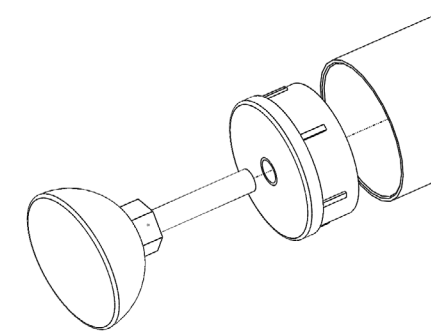

Рис. 7 – Установка заглушки и регулируемой опоры
4. В ножки с обоих концов вставьте заглушки и с одного конца каждой ножки вкрутите в заглушку регулируемую опору (Рис. 7).